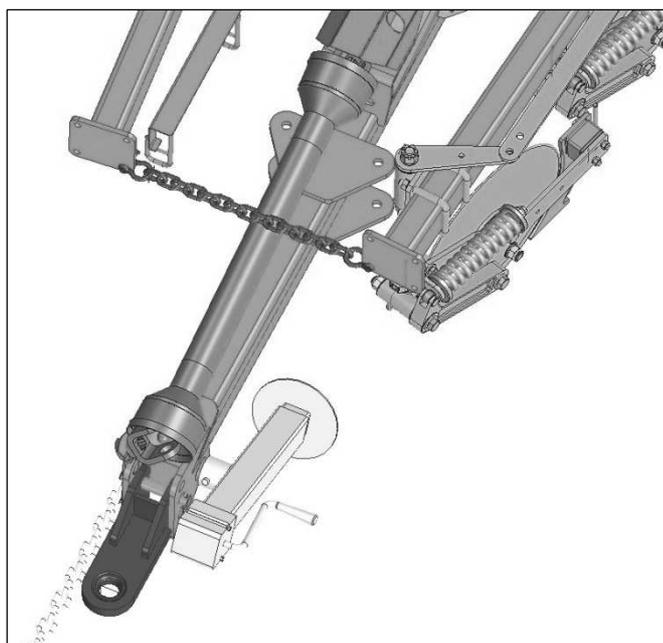

Рисунок 9.2
9.3 Перед транспортировкой оборудования, после его перевода в транспортное положение, установить страховочную цепь на торцевые фланцы крыльев (рисунок 9.2).